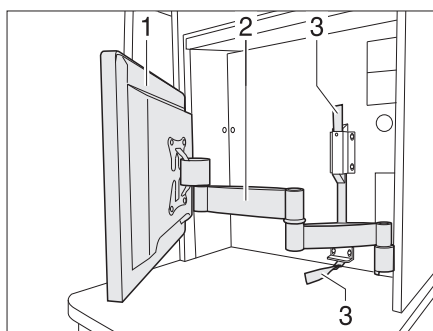

Fig. 83 Ecran plat à bras articulé
- Tirer sur le ruban textile (Fig. 83,3) pour déverrouiller le bras articulé (Fig. 83,2).
- Faire pivoter l'écran plat (Fig. 83,1) dans la position désirée.